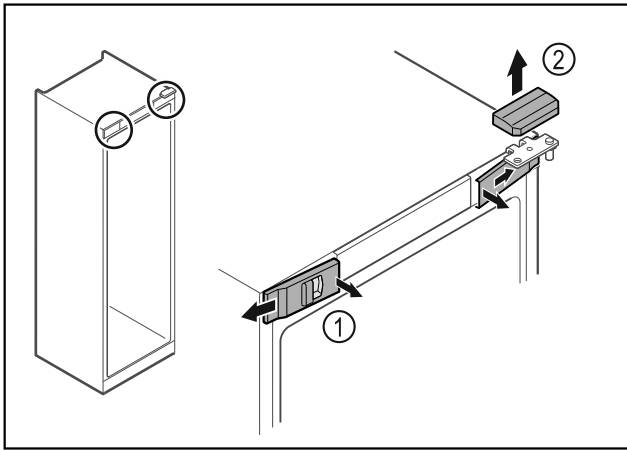

Fig. 5 *
- Izvadite prednje poklopce Fig. 5 (1) iznutra i skinite ih na stranu.*
- Skinite gornji poklopac Fig. 5 (2) prema gore.*